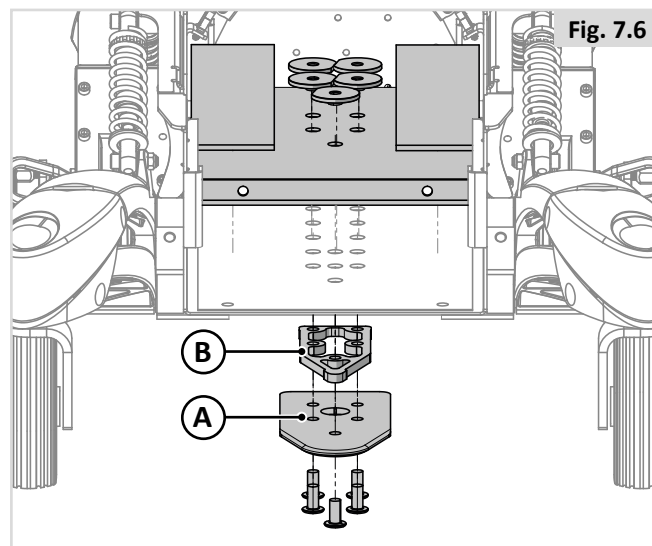

Fig. 7.6
1. Encaixe o espaçador de 8 mm (B) na placa de fixação (A) (Fig. 7.6).